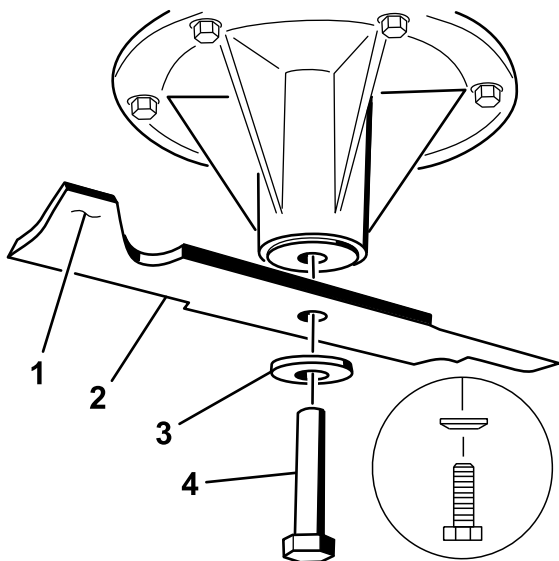

図 79
1. スピンドルシャフトにブレードを取り付ける(図 79)。
2. スプリングディスクとブレードボルトを取り付ける 図 79。
**注** スプリングディスクは、円錐部をボルトの頭に向けて取り付ける 図 79。